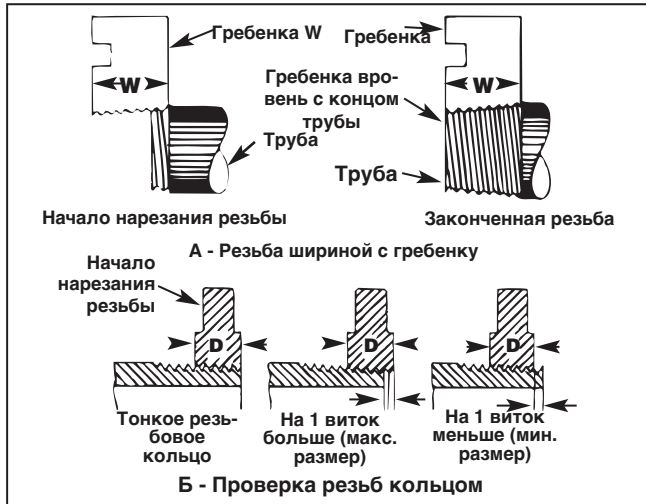

Рисунок 14 – Проверка длины резьбы
13. Проверьте длину и глубину резьбы (рисунок 14).
1. Резьба нарезана до нужной длины, когда конец трубы находится вровень с краями гребенок (рисунок 14А).
2. Головка регулируется для получения резьбы нужного диаметра. По возможности, резьбы следует проверить с помощью резьбового кольца (рисунок 14Б). Резьба нарезана правильно, если для выравнивания конца трубы с торцом резьбового кольца требуется добавить или снять 1 виток.